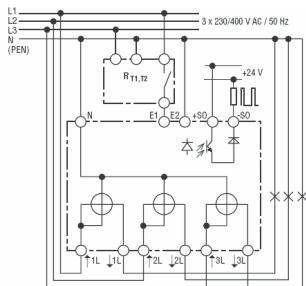

Fig. 2
- Fig. 2 (on the 1-tariff meter connections E1^o-E2 are missing for tariff-switching device R^oT1, T2)
| Schema di collegamento | <ul style="list-style-type: none"> Fig. 2 (nel modello a singola tariffa mancano i collegamenti E1°-E2 relativi al dispositivo per il cambio della tariffa R°T1,°T2) |